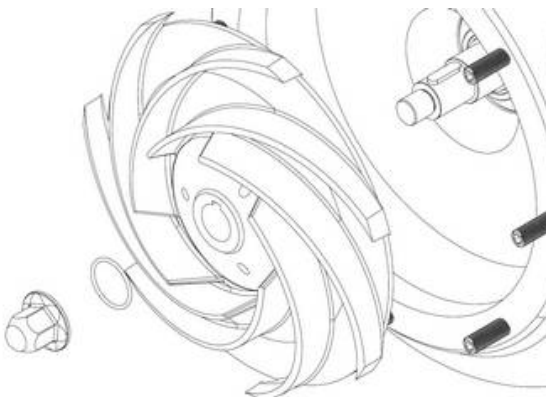

Abb. 35
8. Installieren Sie das Laufrad und die Passfeder (wenn nicht schon in der Steckwelle) (Abb. 35). Achten Sie darauf, dass die Mitnehmerstifte in der Laufradnabe in die großen Nuten vor dem Mitnehmer der einfachen Dichtung eingepasst werden. Laufradmutter mit Dichtring einsetzen und mit dem empfohlenen Drehmoment anziehen (siehe Seite 5).